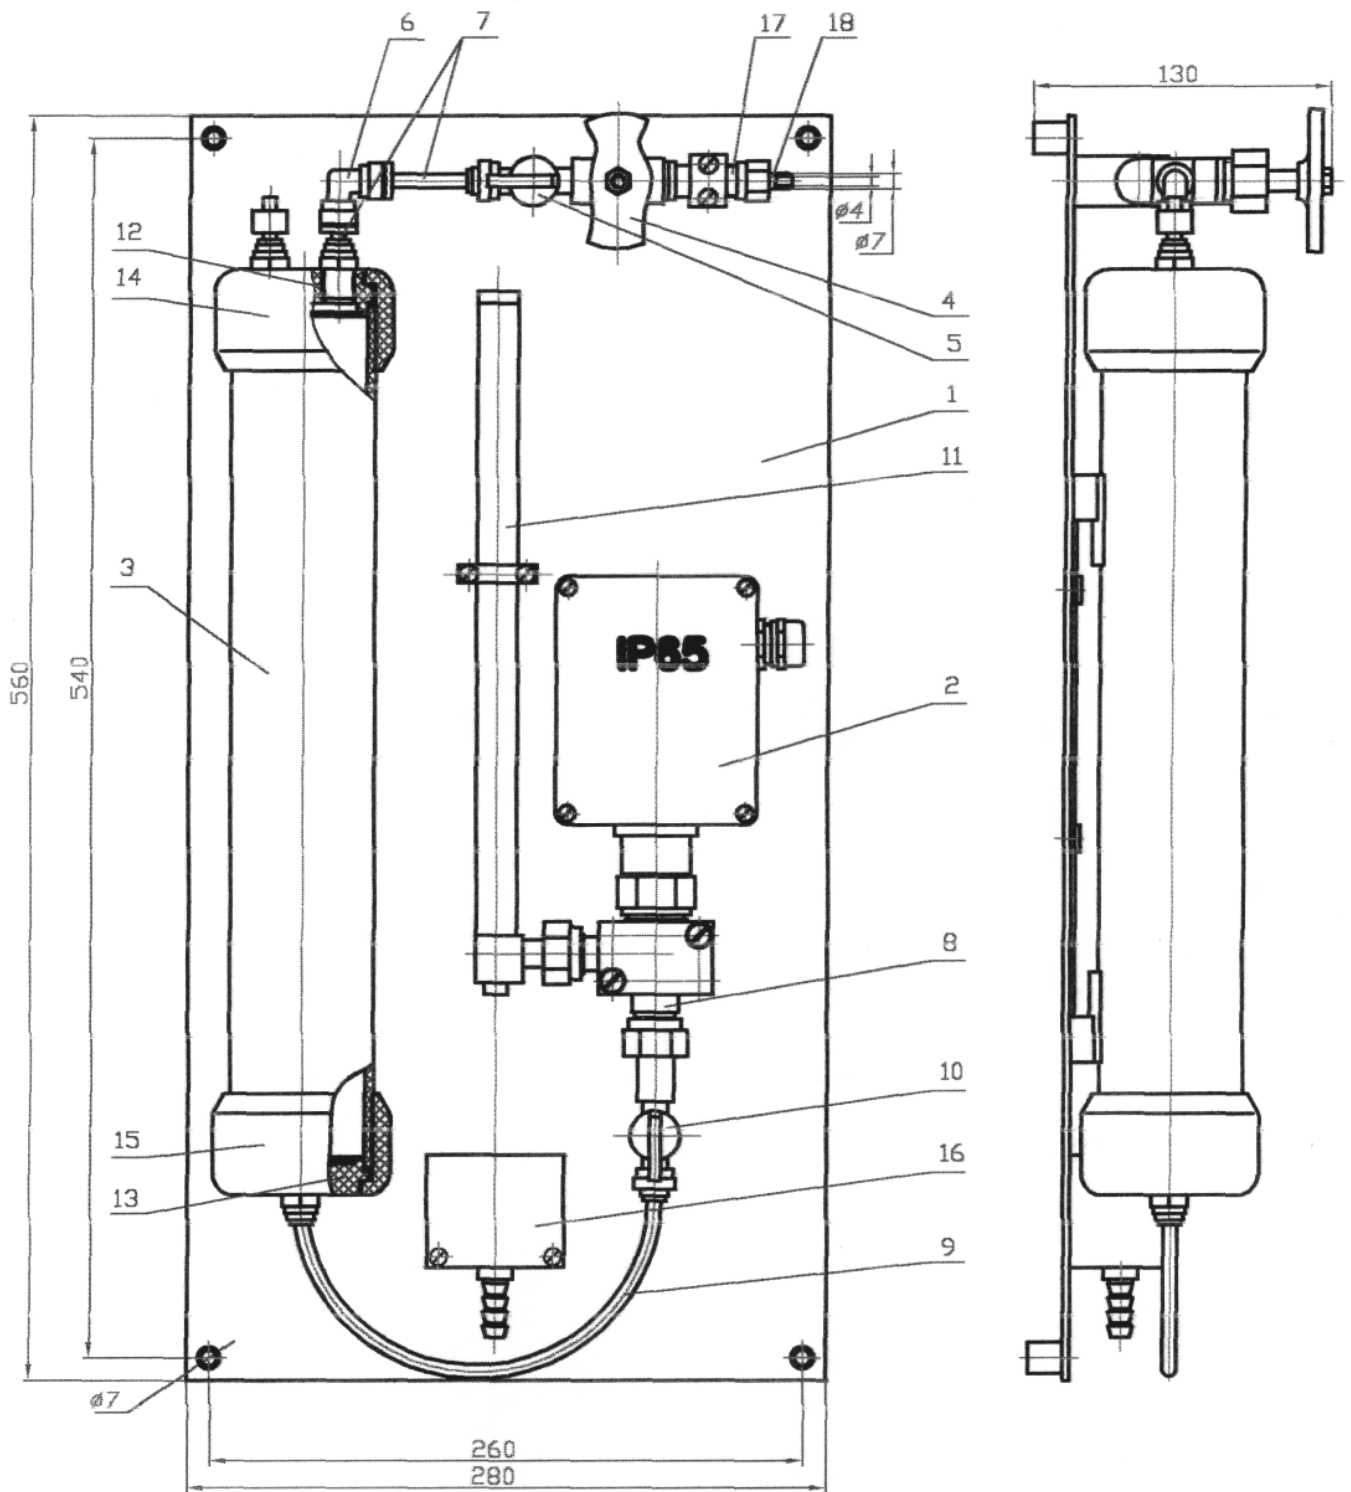

Рис.1 Общий вид гидропанели
- 3.5. Габаритные и установочные размеры ..... см. рис.1
На стальной панели поз. 1 (рис.1) установлены первичный преобразователь АЖК поз. 2 и корпус Н-фильтра поз. 3. Входной вентиль поз. 4 через отсечной шаровой кран поз. 5 соединен с Н-фильтром через гидравлический угольник типа «ниппель-ниппель» поз. 6 пластиковыми трубками поз. 7.